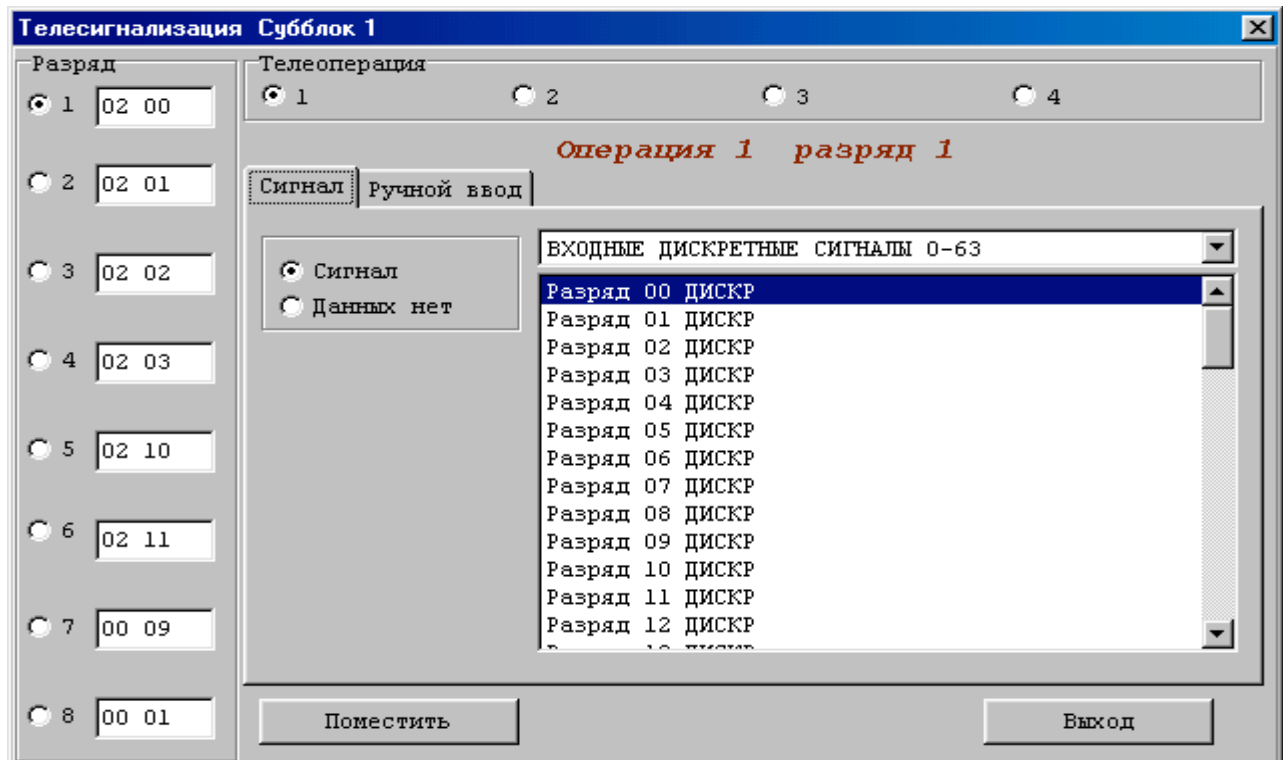

Рисунок 3.8 – настройка ТС
3.2.3.6 Для субблока типа ТС выберите требуемую телеоперацию, щелкнув мышью на соответствующей кнопке с номерами от 1 до 4, и требуемый разряд, щелкнув на кнопке с номерами разряда от 1 до 8 (см. рисунок 3.8). Если ранее этой операции не было, щелкните мышью на кнопке «сигнал». Из окна, в котором находится список групп, выберите требуемую группу, из списка ее сигналов выберите требуемый и нажмите кнопку «поместить». После этого переходите к следующим операциям. Для выхода на уровень главного меню нажмите клавишу «выход» в окне с номера субблоков.